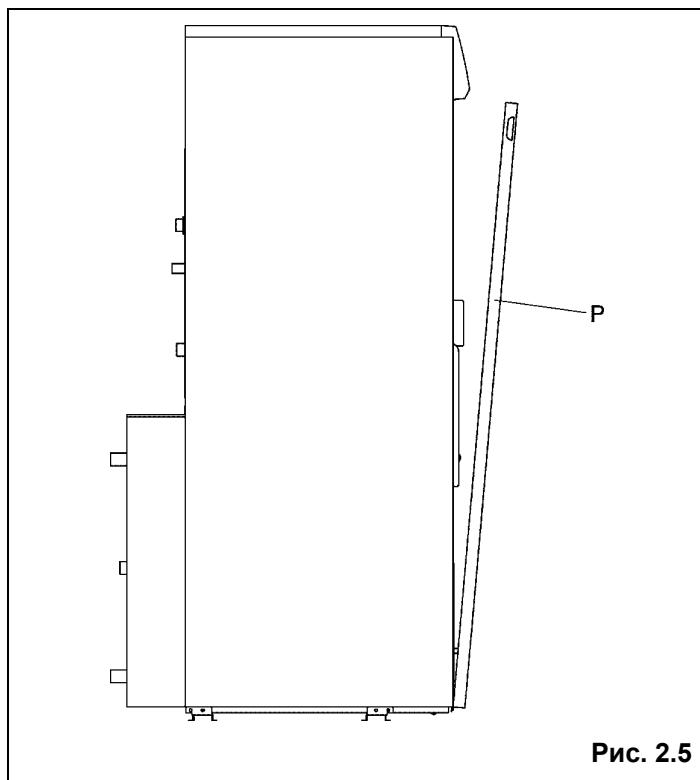

Рис. 2.5
- снимите переднюю панель (P) внешней облицовки (рисунок 2.5)